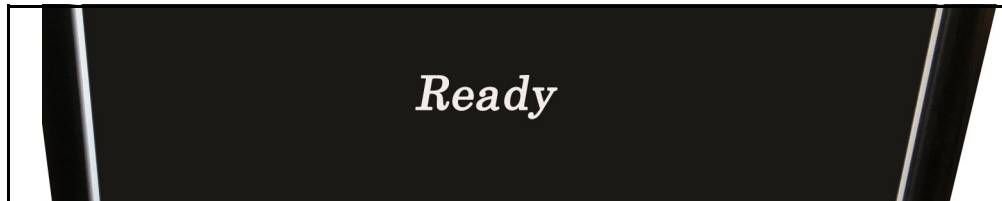

図 4-35: 物品をスキャンする準備が完了
2. OPEX Induct ELC の画面を確認してください。画面は黒色で、「Ready」（準備完了）と表示されます（146 ページの図 4-35 を参照）。